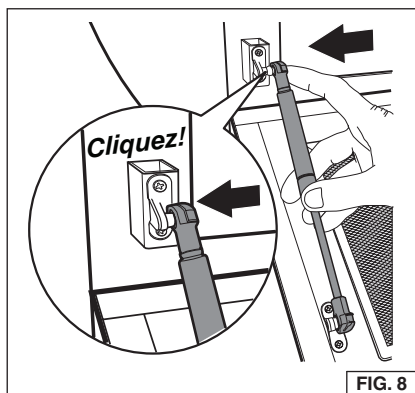

FIG. 8
3. Alignez l'extrémité du cylindre avec le support de montage et enfoncez pour engager. Fig. 8.